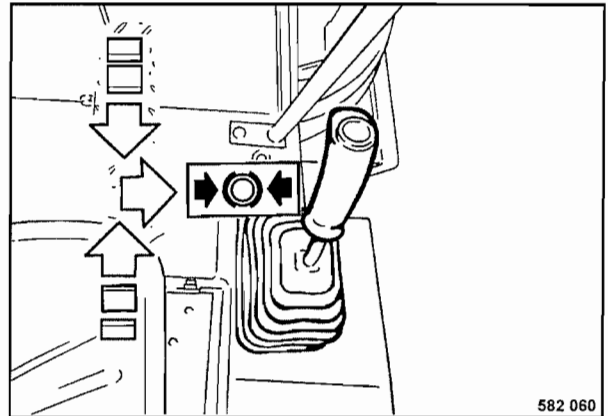

Fig. 39
- Colocar la palanca de marcha (Fig. 39) poco a poco en posición "Neutral" y encajarla hacia la derecha en posición de frenado.